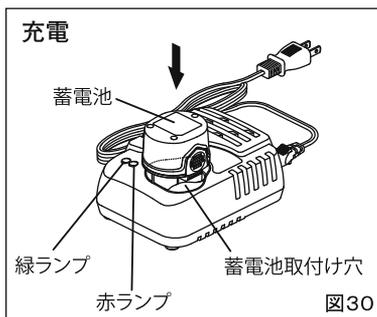

図30
- ③充電器の蓄電池取付穴に蓄電池を取付けます。しっかり奥まで差し込んでください。(図30) 赤ランプが点灯し充電が始まります。約30分で緑ランプが速く点滅します。(80%充電完了) 緑ランプが点灯すると100%充電完了です。充電時間は約60分です。(図30)